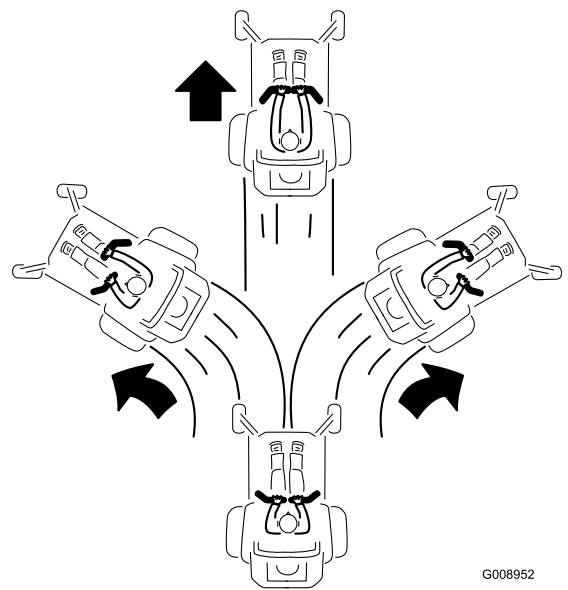

Figure 19
2. Pour vous déplacer en marche avant, poussez doucement les leviers de commande de déplacement vers l'avant (Figure 19).